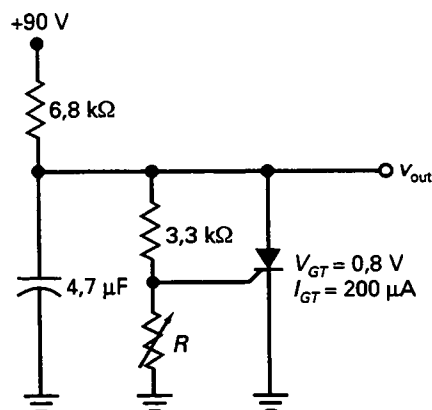

Figura 15-31
- 15-8. ¿Cuál es la tensión de pico de salida en la Figura 15-31 si R se ajusta a 500 Ω ?
- 15-11. En la Figura 15-31, R se ajusta a 750Ω . ¿Cuál es la constante de tiempo de carga para el condensador? ¿Cuál es la resistencia Thevenin que ve la puerta?